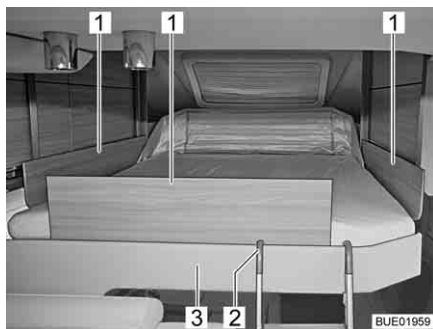

Bild 122 Höjbar säng med låsplattor
- Sätt låsplattorna (Bild 122,1) mellan madrass och sängramen (Bild 122,3).
- Haka fast båda byglarna på den bipackade stegen (Bild 122,2) i sängramen (Bild 122,3).
- Haka loss stegen (Bild 122,2) från sängramen (Bild 122,3).